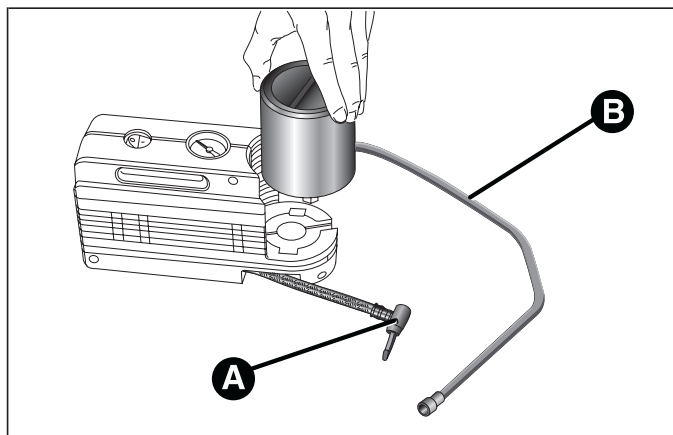

fig. 124
- disinserire l'innesto A fig. 124;